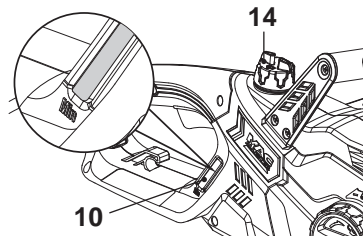

Fig. 13
4. Vérifiez le niveau d'huile [10] avant d'allumer la machine, puis régulièrement au cours du travail. Remplissez le réservoir chaque fois que la jauge passe en dessous du seuil "Min" (Fig. 13).